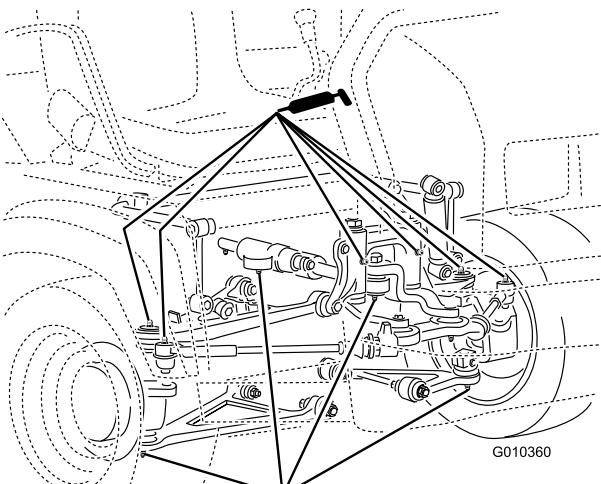

Figura 39
- Giunti a sfera (4), tiranti (2), punti di montaggio di perni (2) e cilindro di sterzatura (2) (Figura 39)